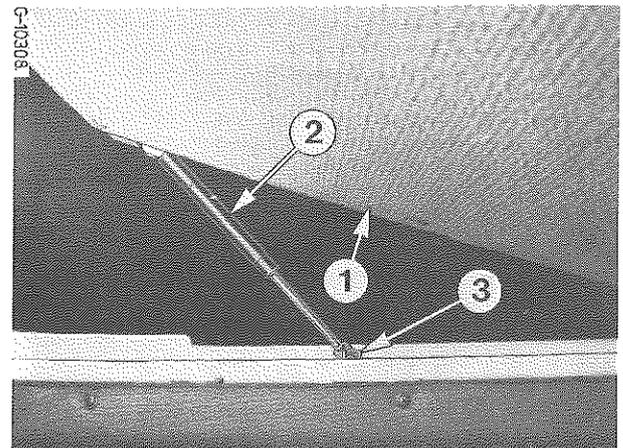

Figure 14c - Panneau de toit ouvrant.
En cas d'urgence, poussez les vérins (2, Fig. 14c) hors des fixations (3) et ouvrez complètement le panneau.